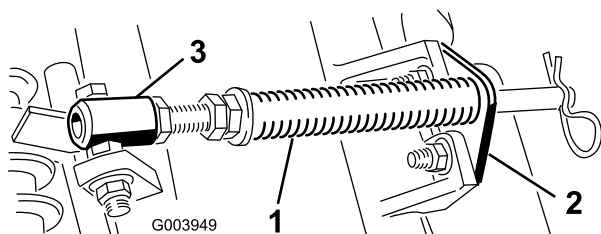

Рисунок 4
- A. Удалите два каретных болта и две гайки, которые крепят кронштейн штока к выступам режущего блока (Рисунок 4).
- B. Выверните фланцевую гайку крепления болта трубки пружины к выступу несущей рамы (Рисунок 4). Снимите этот узел.